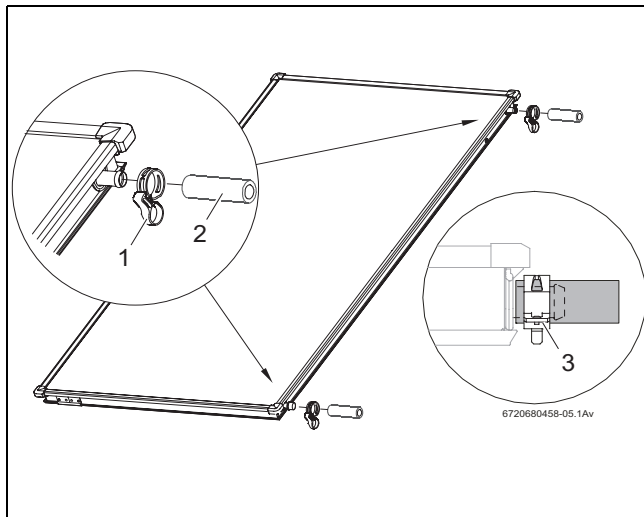

Fig. 34 Premontarea setului de îmbinare la al doilea panou
- ▶ Împingeți furtunurile solare de 95 mm (Fig. 34, [2]) în racordurile din partea dreaptă aferente celui de-al doilea panou și tuturor panourilor următoare.
- ▶ Împingeți bridele cu bandă elastică (Fig. 34, [1]) prin furtunul solar (cea de-a doua bridă asigură racordarea ulterioară a celui alt panou).
- ▶ În momentul în care brida cu bandă elastică a fost corect amplasată, trageți inelul de protecție pentru a fixa îmbinarea (Fig. 34, [3]).